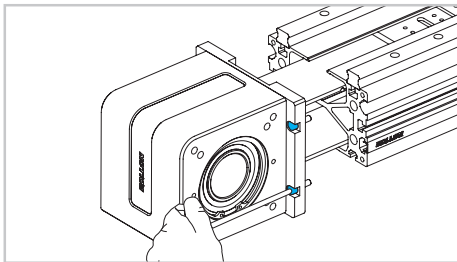

Fig. 15
- 16) Séparer la tête d'entraînement du profilé en desserrant les 4 vis (Fig. 15)